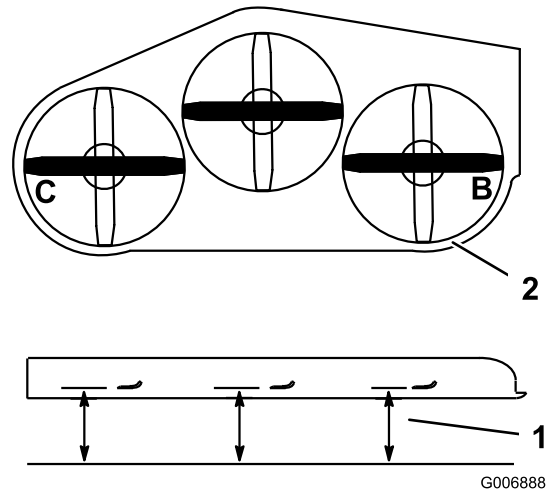

Figura 81
1. Coloque la cuchilla **derecha** en posición lateral (Figura 81).
2. Mida la cuchilla derecha en la posición **B** desde una superficie nivelada hasta el filo de corte del extremo de la cuchilla (Figura 81).
4. Coloque la cuchilla izquierda en posición lateral (Figura 81).
5. Mida la cuchilla izquierda en la posición **C** (Figura 81) desde una superficie nivelada hasta el filo de corte del extremo de la cuchilla.